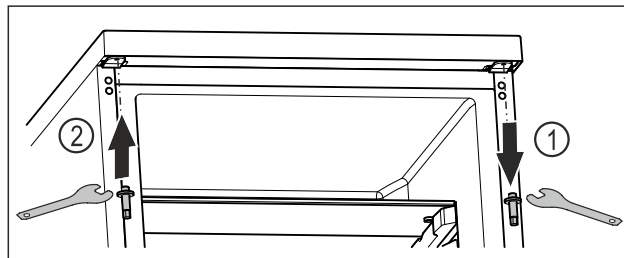

Fig. 23
- ▶ Отвийте горния болт с външен шесткантов ключ. Fig. 23 (1)
- ▶ Затегнете болта от другата страна с помощта на външния шесткантов ключ. Fig. 23 (2)